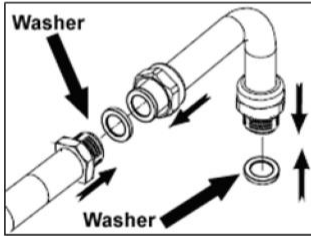

FIGURE 7
* Les joints métalliques doivent être utilisés conformément aux normes. **{Voir figure 7}.**